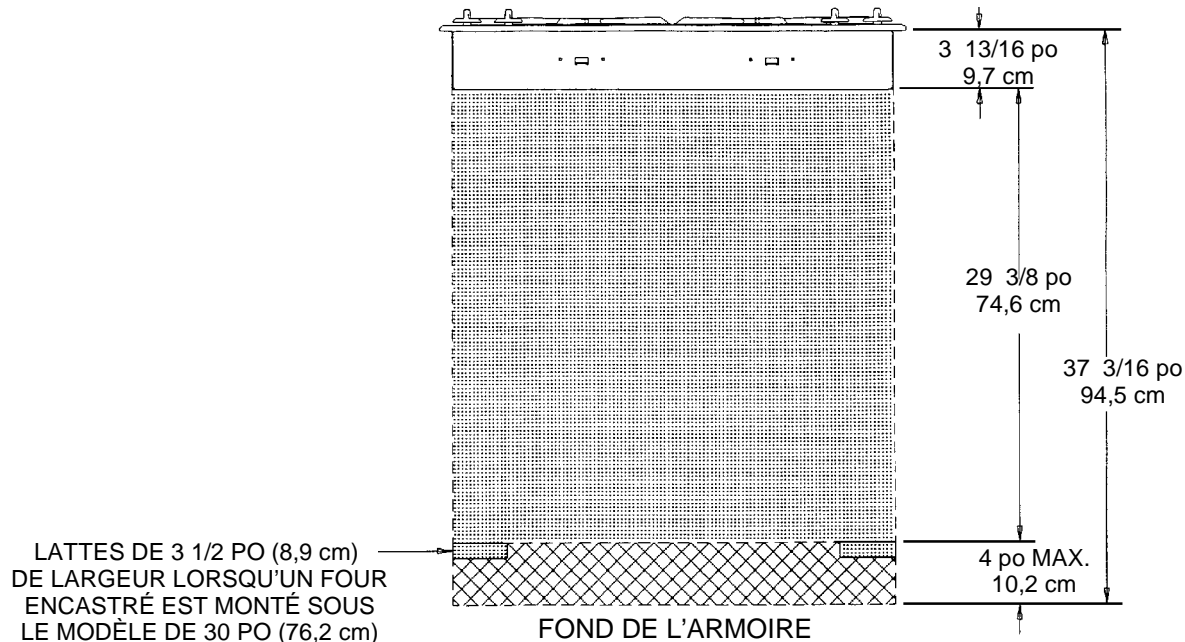

FIGURE 6
**REMARQUE 1 :** La pose de cet appareil et son raccordement au gaz et à l'électricité doivent être effectués avant la pose du four. Voir les illustrations (Informations sur le câblage électrique, page 7, figure 6) pour l'emplacement recommandé pour le raccordement à l'alimentation électrique.
Cet appareil est équipé d'un cordon d'alimentation avec raccordement à la terre. Il doit être branché dans une prise de courant reliée à la terre. Il est recommandé, pour plus de facilité, que la prise soit placée (en référence à la figure 6) tel qu'indiqué en A ou B ci-dessous :
- A. Si aucun autre appareil ne doit être posé sous cette plaque de cuisson : dans le périmètre de la partie ombrée ou de la partie hachurée indiquée à la figure 6.
1. dans la partie hachurée indiquée à la figure 6 ou
Si un four encastré doit être posé sous cet appareil et que la prise de l'appareil monté sur le comptoir doit être posée dans la partie hachurée indiquée à la figure 6 :